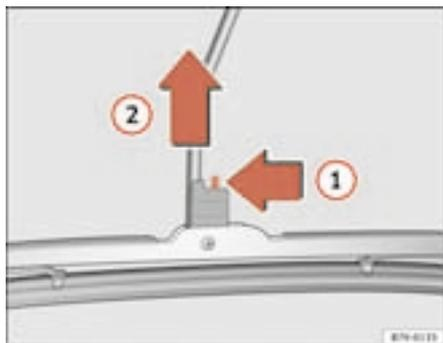

Abb. 148 Scheibenwischer hinten wechseln
- Entriegeln Sie das Wischerblatt in Pfeilrichtung ⇒ Abb. 148 ① und ziehen Sie gleichzeitig das Wischerblatt etwas in Pfeilrichtung ②.
- Nehmen Sie das Wischerblatt entgegen der Pfeilrichtung ② ab.
- Schieben Sie ein neues Wischerblatt **gleicher Länge und Ausführung** etwas in Pfeilrichtung ② und hängen Sie das Wischerblatt in den Wischerarm ein.
- Ziehen Sie das Wischerblatt entgegen der Pfeilrichtung ② bis es einrastet.